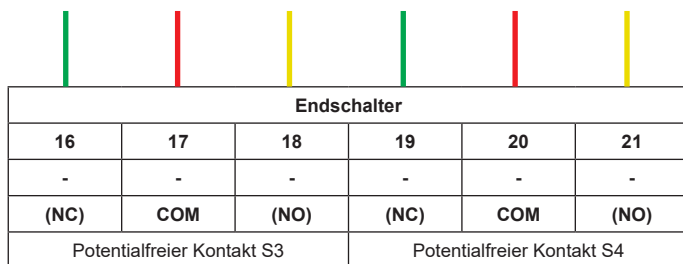

Abb. 13 Anschlussplan zusätzliche wegabhängige Endschalter
- Kabelbäume der Schalter S3 und S4 gemäß Abb. 13 anschließen.
- Bitte stellen Sie den korrekten Anschluss sicher. Der Anschlussplan ist in Abb. 13 dargestellt.